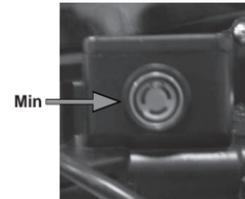

Imagen 27. Líquido de frenos
3. Revisar que el nivel del líquido de frenos del contenedor no esté por debajo de la marcación mínima. El nivel del líquido de frenos siempre debe estar por arriba de la marcación mínima del contenedor. *Ver imagen 27.*